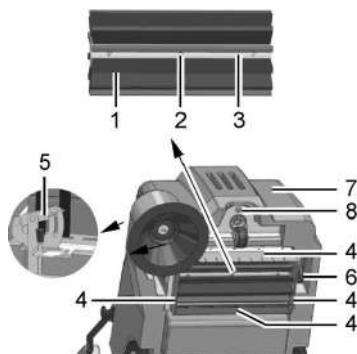

Fig. 10
Nettoyer l'espace des brosses L'espace de brosse avec la brosse rotative (Fig. 10/1) et les joints (Fig. 10/4) doivent être vérifiés quotidiennement pour détecter tout signe de saleté et nettoyés si nécessaire.
Changer la brosse rotative La brosse rotative (Fig. 10/1) doit être vérifiée chaque semaine et remplacée en cas d'usure.
2. Desserrez les six vis (Fig. 10/2) de la brosse rotative et retirez les deux segments de rouleau.
Définition du modèle de balayage En cas d'usure des brosses et après avoir remplacé la brosse rotative (Fig. 10/1), réajustez le motif de balayage.
1. Éteignez la machine, dévissez le boulon de verrouillage (Fig. 10/8) et ouvrez le capot (Fig. 10/7).
2. Desserrez l'écrou à oreilles du levier de réglage (Fig. 10/5) et réglez le balayage à l'aide du levier de réglage en le faisant pivoter de haut en bas jusqu'à ce qu'il touche le sol.
8. Fermez le capot (Fig. 10/7) et revissez le boulon de verrouillage (Fig. 10/8).
Changement des bandes d'étanchéité Les quatre bandes d'étanchéité (Fig. 10/4) doivent être vérifiées chaque semaine et remplacées en cas d'usure.
2. Retirez les quatre bandes d'étanchéité (Fig. 10/2) avec les supports.
La courroie de distribution (Fig. 10/6) doit être vérifiée toutes les 500 heures de fonctionnement et remplacée en cas d'usure.
2. Détendez la courroie de distribution (Fig. 10/6) à l'aide du galet tendeur et retirez la courroie.
4. Fermez le capot (Fig. 10/7) et revissez les boulons de verrouillage (Fig. 10/8).